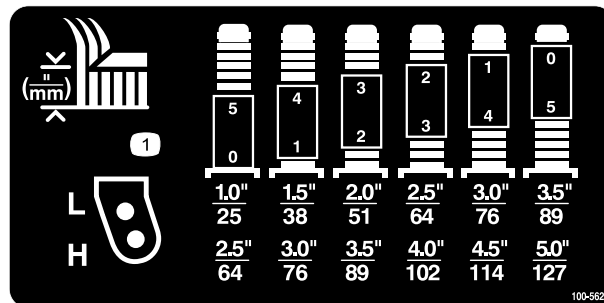

図 7
2. 左右のキャストフォークの同じ穴にキャストホイールの軸をセットする。セッティング用の穴の選択については 図 6 および 図 7 を参照してください。
刈高と、必要なシムの組み合わせとの関係は図 7 にて確認してください